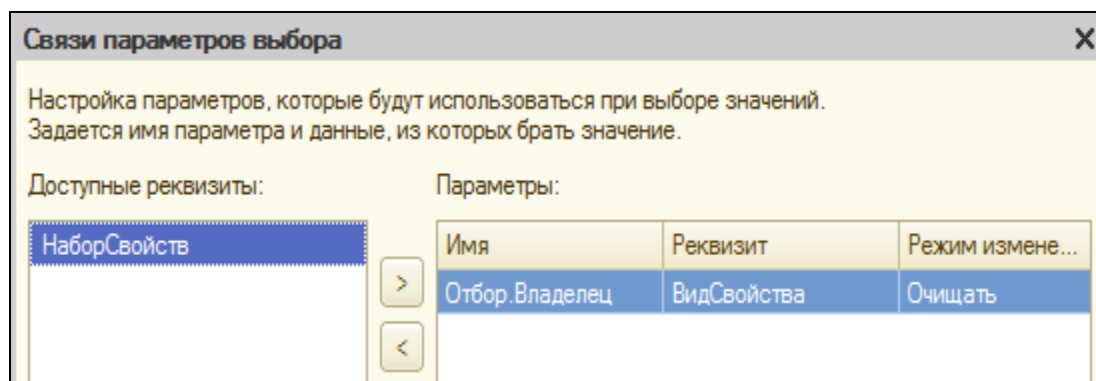

Рисунок 6.7 Связи параметров выбора
11. Настроить свойство **Связи параметров выбора**. Нажать на кнопку выбора , в списке доступных реквизитов перенести параметр **ВидСвойства** в список параметров (рис. 6.7).